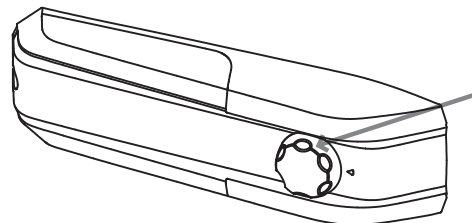

Fig. 1
- Il termostato di controllo dell'elettrodomestico è collocato all'interno del comparto frigo (Fig. 1).